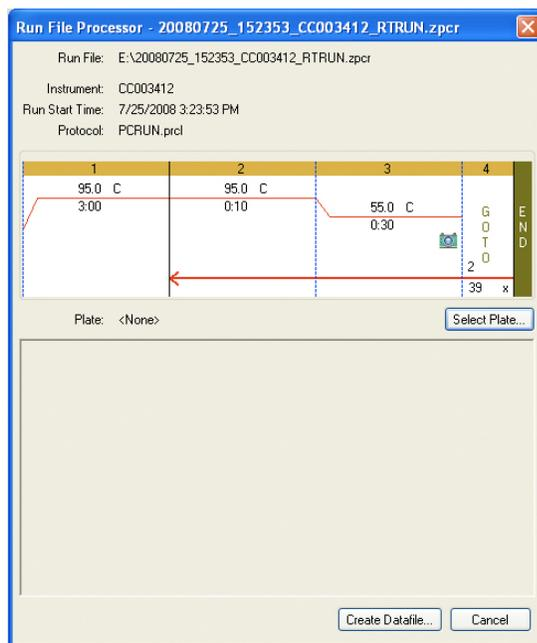

Figura 44. Atribuir um ficheiro de placa.
2. Na janela **Run File Processor**, clique no botão **Select Plate** (Seleccionar placa) para importar o nome do ficheiro de placa que o software irá utilizar para criar o ficheiro de dados (Figura 44).